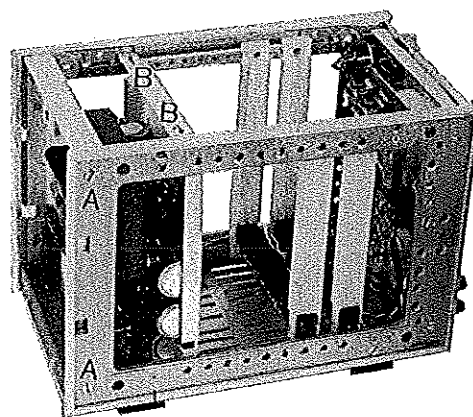

Fig. 10. Démontage du panneau arrière
- Retirer les deux vis A de part et d'autre de l'appareil (fig. 10).
- Retirer les deux vis B (fig. 10).